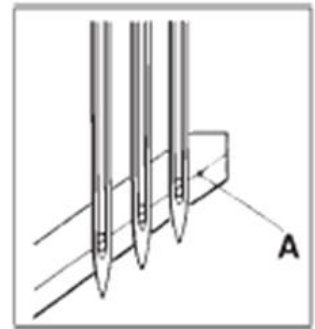

Fig. 10
Cuando las Agujas están en su posición más baja, la línea (A) del Guarda Agujas Posterior es alineada con el centro de los ojos de las agujas (Fig. 10).